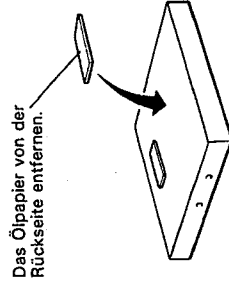

Abb. 7
1. Das Klebeband auf der Rückseite dieses Geräts anbringen. (Abb. 7)